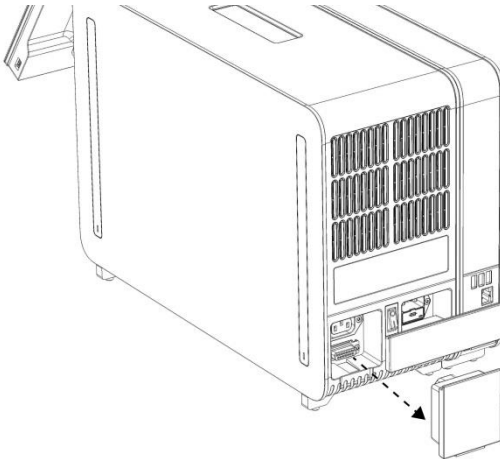

Figura 9. Rimozione del ponte copriterminali.
- 1d. Rimuovere il ponte copriterminali dal retro del modulo analitico (Figura 9).